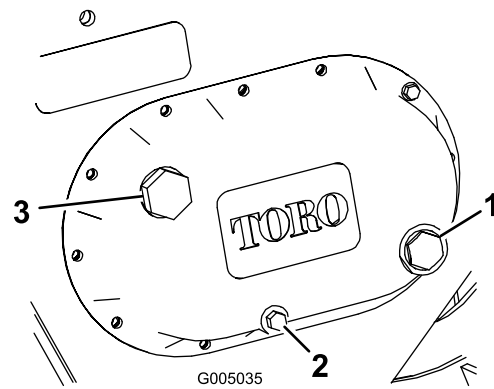

Figure 15
4. Enlevez le bouchon de vidange (Figure 15) pour permettre à l'huile de s'écouler dans le récipient.
6. Enlevez le bouchon de remplissage (Figure 15) et versez de l'huile pour engrenages dans le boîtier jusqu'à ce que le niveau atteigne le point rouge du viseur.
3. Vérifiez le niveau d'huile par le viseur sur le côté du boîtier d'engrenages (Figure 15).
4. Si le niveau est trop bas, enlevez le bouchon de remplissage (Figure 15) et versez de l'huile